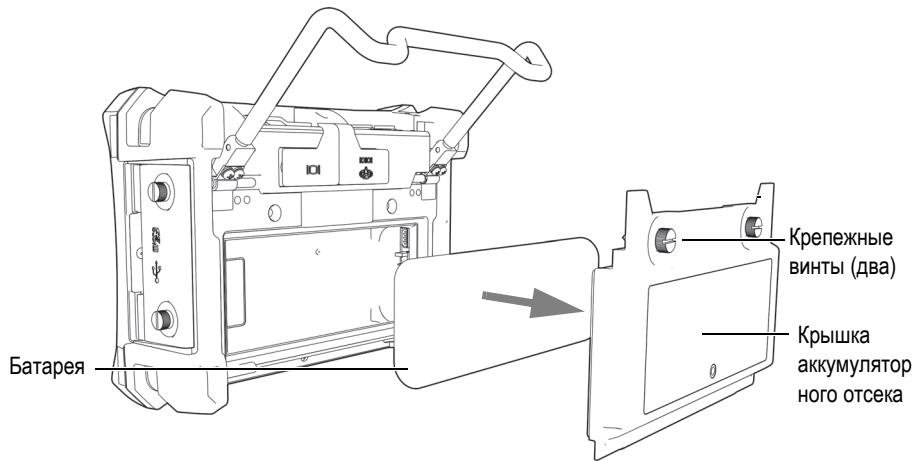

Рис. 1-11 Извлечение литий-ионной батареи
3. Извлеките литий-ионную батарею, если она установлена (см. Рис. 1-11 на стр. 37)